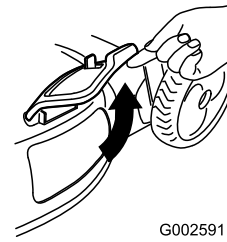

Figure 32
- 2. Lift open the side-discharge door (Figure 32).